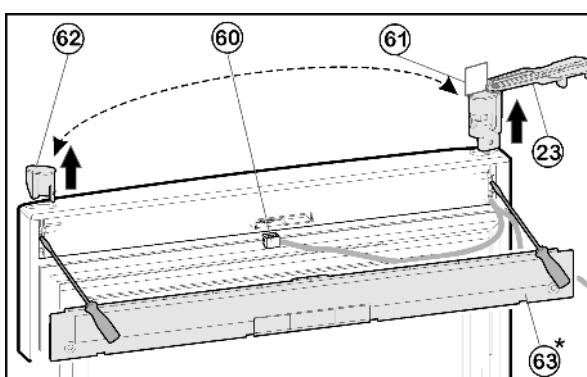

Fig. 11
- С помощью отвёртки выведите из зацепления крышку Fig. 11 (63) на дверце.
- Отсоедините разъем Fig. 11 (60).
► На верхней дверце поверните опорный кронштейн Fig. 11 (23) наружу параллельно краю дверцы.
- При помощи отвертки вытолкните опорный кронштейн Fig. 11 (23) снизу и снимите с двери вместе с кабелем.
- Извлеките пробку Fig. 11 (62) снизу при помощи отвертки и вставьте на другой стороне.
- Проденьте кабель опорного кронштейна Fig. 11 (23) на противоположной стороне и установите опорный кронштейн.
- Снимите шаблон Fig. 11 (61) и закрепите на опорном кронштейне.
- Вставьте разъем Fig. 11 (60).
- Зафиксируйте крышку Fig. 11 (63) на дверце.